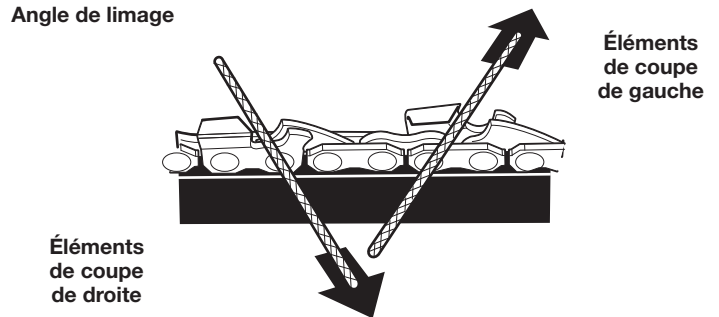

Fig. 32
- Limez vers le coin avant de l'élément de coupe (Fig. 32). Soulevez la lime pour l'enlever du dispositif de coupe à la fin de la course vers l'avant. Ne limez que pendant la course vers l'avant.
- Limez tous les éléments de coupe de gauche dans un sens (Fig. 32). Ensuite, passez à l'autre côté de la chaîne et limez l'ensemble des éléments de coupe de droite dans le sens opposé (Fig. 32).